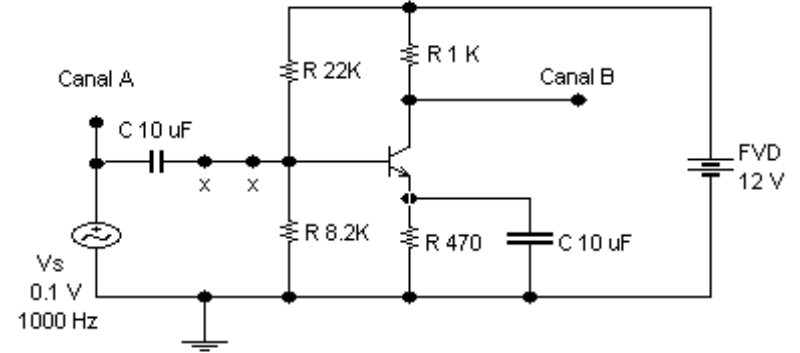

Figura 8.5.3.1.
- 8.2.5 Calcule el punto de operación (Vce, Ic) del circuito de la Figura 8.5.3.1. Considere una  $\beta$  típica de 170 y  $V_{be} = 0.7$  V.
Arme el circuito amplificador clase A, que se muestra en la Figura 8.5.3.1. Aplique como señal de entrada una senoidal de 0.1 V de amplitud y 1 KHz de frecuencia.